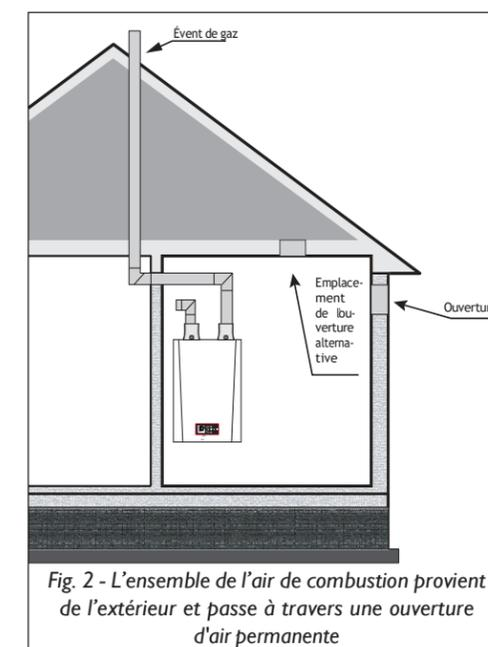

Fig. 2 - L'ensemble de l'air de combustion provient de l'extérieur et passe à travers une ouverture d'air permanente.
- **Méthode pour une ouverture permanente.** Une ouverture permanente commençant dans les 12 pouces du dessus de l'enceinte doit être fournie, comme indiqué à la Fig. 2 ci-dessous. L'équipement doit compter des dégagements d'au moins 1 po de chaque côté et de 6 po de l'avant de l'appareil. L'ouverture doit communiquer directement avec l'extérieur ou elle doit communiquer par un conduit vertical ou horizontal avec l'extérieur ou avec des espaces qui communiquent librement avec l'extérieur et doit avoir une zone libre minimale comme suit :